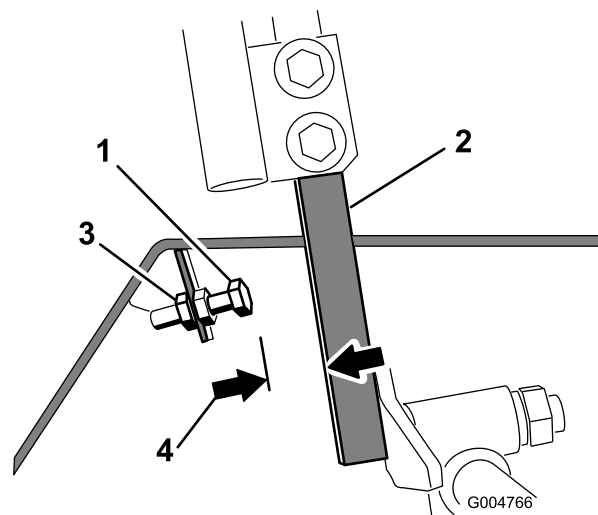

Figura 92
4. Afloje la contratuerca del perno de tope de una palanca de control (Figura 92).